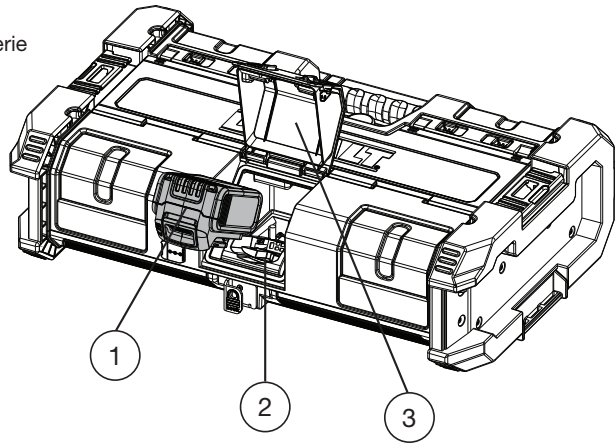

Figure 4. Compartiment de la Batterie
- Insérer le bloc-batterie (non inclus) dans le chargeur, en s'assurant que le bloc est bien enfoncé dans le chargeur (voir Figure 4). L'image de l'indicateur de batterie clignotera sans interruption, indiquant que la batterie est en cours de chargement.